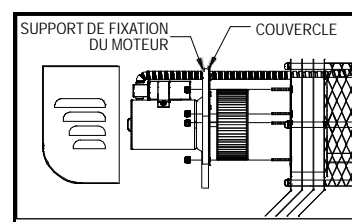

Figure 16
3. Déposer les quatre écrous de fixation du moteur et tirer le moteur tout droit hors de l'appareil (voir Figure 16).
2. Enfiler le moteur sur les goujons filetés dépassant du corps de l'unité d'évacuation. La goulotte d'échappement doit pointer vers le bas. Revisser fermement les quatre écrous sur les goujons filetés (voir Figure 16).